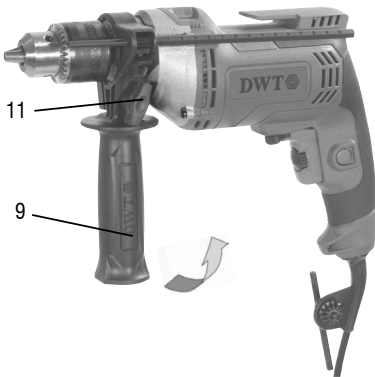

Fig. 13 – Ajustando o punho auxiliar
Utilize o punho auxiliar quando fornecido com a ferramenta. Ele deve ser posicionado de maneira que ofereça o melhor conforto ao usuário. Para ajustar o punho auxiliar, primeiro gire o parafuso (11) no sentido anti-horário. Após soltá-lo, coloque o punho auxiliar na posição desejada e aperte o parafuso (11) novamente (fig. 13).